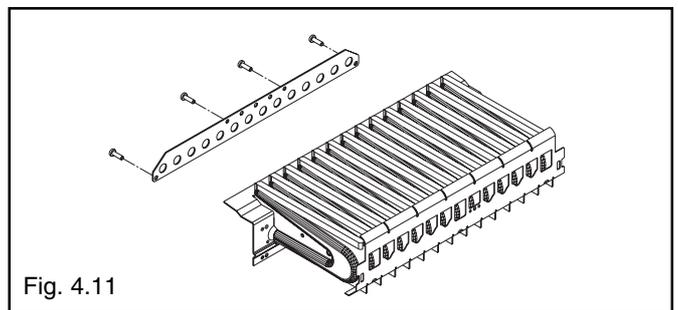

Fig. 4.11
- para la transformación de gas metano a GLP, montar la brida (si están los agujeros de fijación) fijándola al quemador con los tornillos suministrados (elegir la brida según el número de elementos del quemador) (fig. 4.11)
- para la transformación de GLP a gas metano quitar, si está presente, la brida posterior del quemador (fig. 4.11)